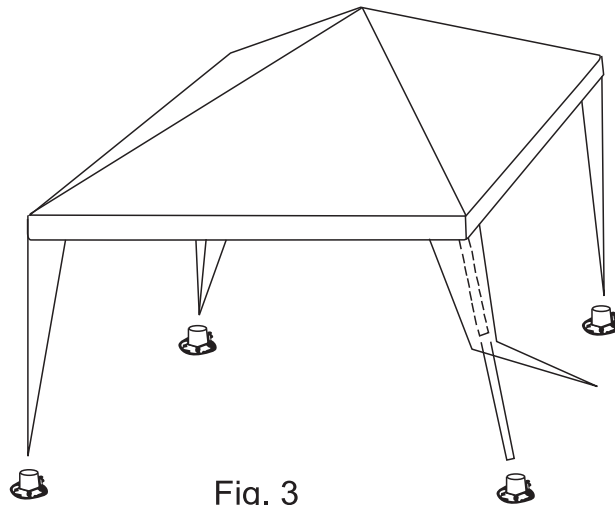

Fig. 3
**STEP 3: PULL THE CANOPY TIGHTLY OVER THE FRAME AS SHOWN IN FIG. 3.
SLIDE THE PLASTIC BASE (B) ONTO THE END OF TUBE NO. 3 AS SHOWN IN FIG. 3.**